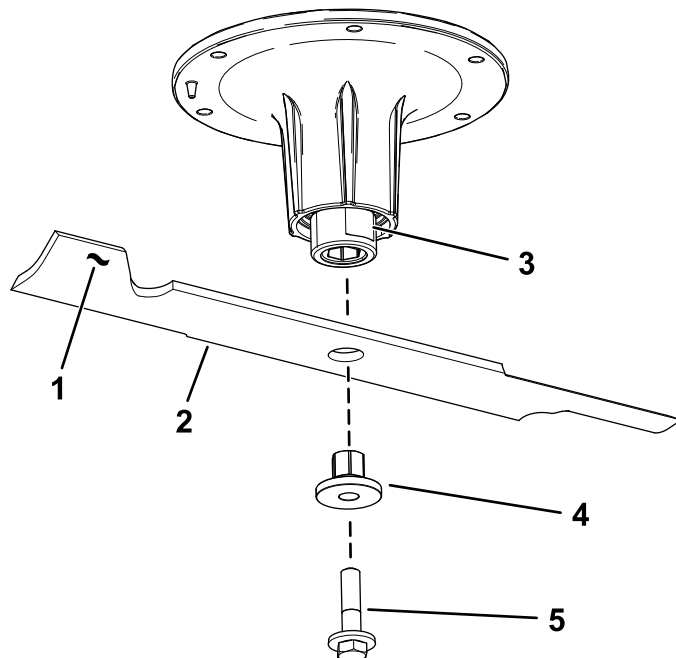

Figura 77
2. Retire el perno de la cuchilla, el buje y la cuchilla del eje (Figura 77).